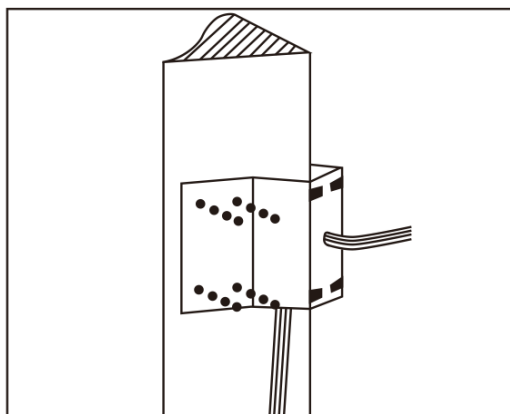

图13
b. 如图13所示，将电源、视频/控制、报警三组电缆穿过角装底座的中心孔、防水胶及支架的中心孔，留出足够的接线长度，并将角装底座用M8螺母紧固在墙壁上。